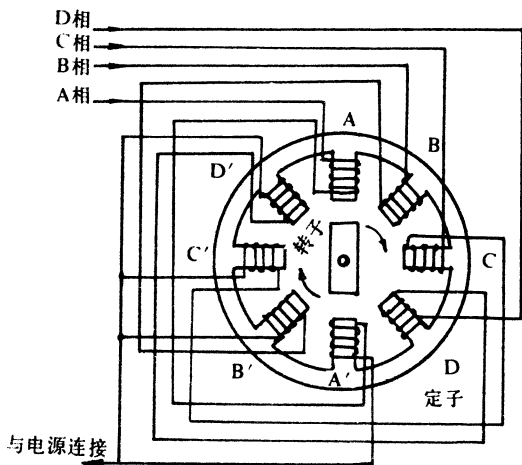

图 2-19 步进马达工作原理示意图
**故障分析与维修** 图 2-19 是步进马达的工作原理示意图,从图 2-19 中可以看到,步进马达是由两个极的转子和 A、A'、B、B'、C、C'、D、D' 这四对定子线圈组成。当控制电路给 A、B、C、D 相电路分别通电或断电时,便会使转子产生各个方向的旋转,从而带动绘图笔在 X 或 Y 方向的进与退。当 A、B、C、D 相依次通电时,转子每次发生偏转 45°,这种方式叫做 1 相励磁方式。当控制电路控制相邻两对定子线圈同时通电时(如 A、A' 和 B、B' 等),转子则会停在这两对定子之